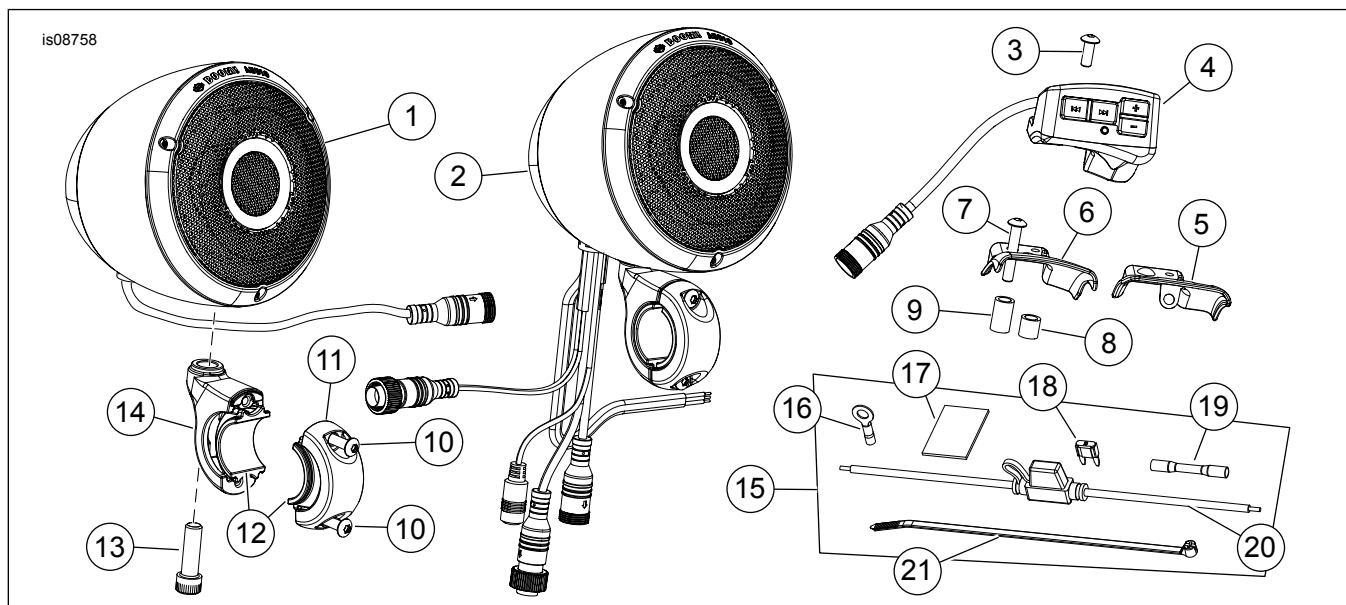

Figura 7. Piezas de servicio, kits de altavoces montados en el manillar
- Vea Figura 7. La cápsula de altavoz (2) con **cinco** conectores eléctricos se monta en el lado del **freno** del manillar. La cápsula de altavoz (1) con **un** conector eléctrico (1) se monta en el lado del **embrague**.
1. Vea Figura 7. Coloque los altavoces en las ubicaciones determinadas previamente. Es posible que algunos modelos requieran la reubicación del cable del embrague. Coloque algunas gotas de Loctite azul en todos los tornillos de la abrazadera (10 y 13). Instale los altavoces en el manillar con las abrazaderas (14 y 11) y los tornillos (10). Apriete el tornillo (10) a 4,5-6,8 Nm (40-60 lb-pulg.). Apriete el tornillo (13) a 20-27 Nm (180-240 lb-pulg.).